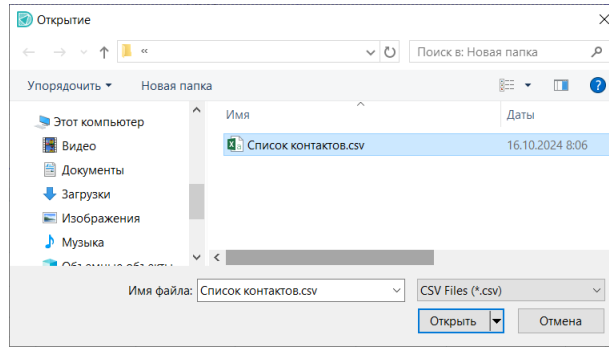

Рис. 271 Выбор файла для импорта контактов
2. Выберите в окне проводника нужный файл с описанием контактов и нажмите «Открыть», см. Рис. 271.